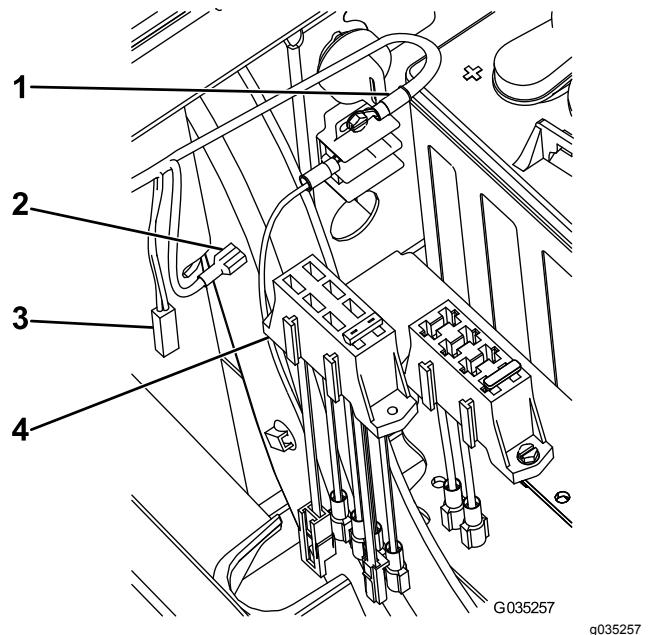

Figura 17
- **Para máquinas de 2018 e anteriores**, encaixe o novo bloco de fusíveis sobre o bloco de fusíveis existente na máquina (Figura 17).
3. Ligue o conector grande no novo bloco de fusíveis ao cabo de potência opcional no bloco de fusíveis existente (Figura 17).
7. Ligue o restante fio ao fio do fusível no novo bloco de fusíveis (Figura 17).
2. Ligue o conector grande no novo bloco de fusíveis ao cabo de potência opcional no bloco de fusíveis existente (Figura 17).
6. Ligue o restante fio ao fio do fusível no novo bloco de fusíveis (Figura 17).